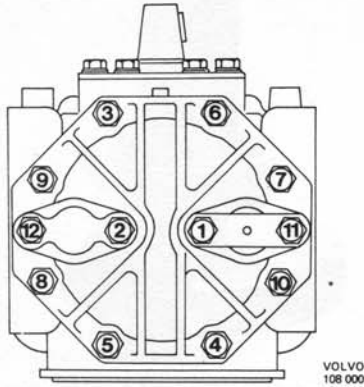

Abb. 57 Anziehfolge für Zylinderkopfschrauben
10. Füllventile auf den Zylinderkopf schrauben. Dazu die 4 längeren Zylinderkopfschrauben benutzen. Übrige Zylinderkopfschrauben in der Nummernfolge entspr. Abb. 57 einbauen und mit einem Moment von 20–30 Nm (2–3 mkp) anziehen.